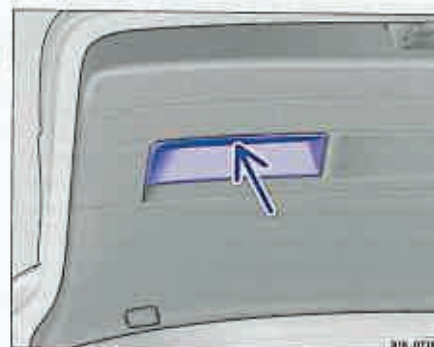

Fig. 33 Imagine din capitonajul hayonului: Locaș pentru apucarea la închidere.
– Apucați cu mâna locașul ⇒ fig. 33 (săgeata) din interiorul hayonului ⇒  și trageți hayonul în jos.